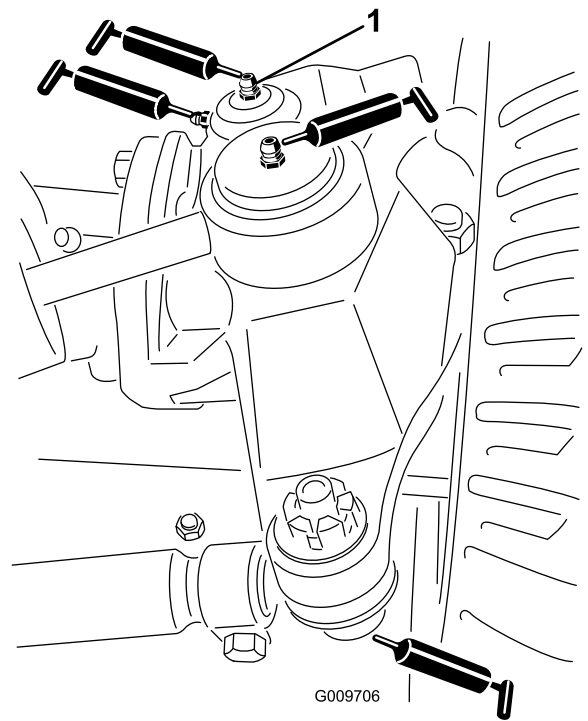

Figura 76
- Giunti a sfera del cilindro di sterzo (2) come illustrato nella Figura 76
- Giunti a sfera del tirante (2) come illustrato nella Figura 76
- Boccole del perno del fuso a snodo (2) come illustrato nella Figura 76